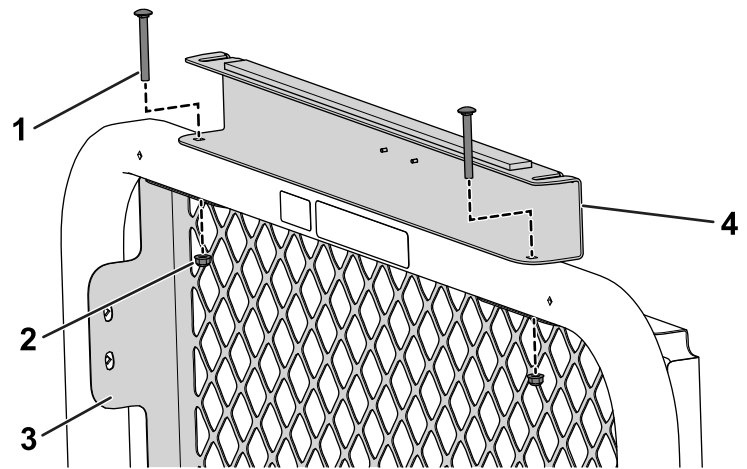

Bild 33
5. Befestigen Sie die hintere Sonnendachstütze und das hintere Gitter mit zwei Schlossschrauben (5/16" x 2 3/4") und zwei Bundmuttern (5/16") am Überrollbügel (Bild 33).